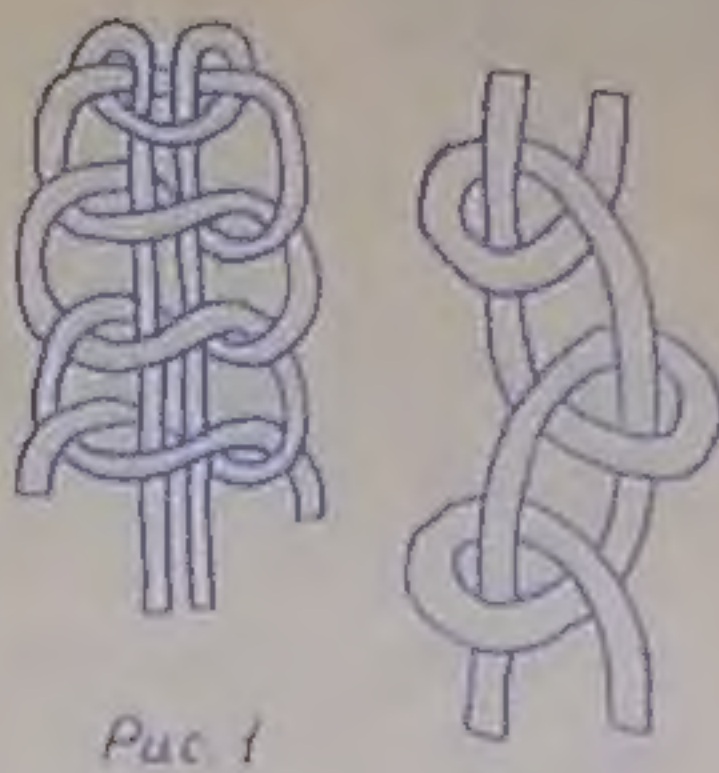
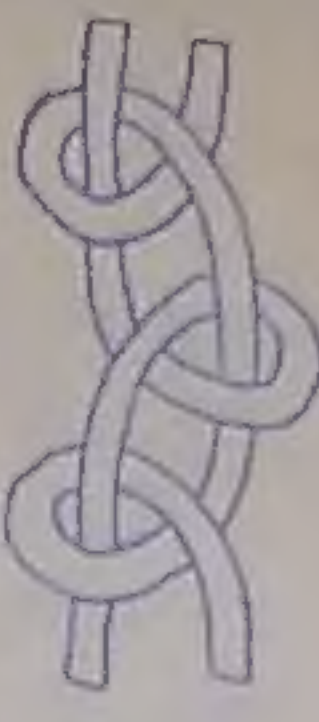
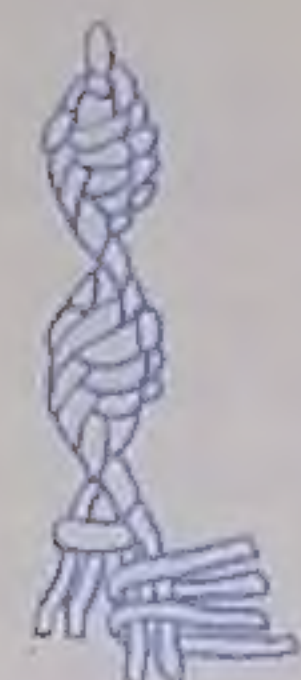

Рис. 1
Рис. 2
Рис. 3
Украсит интерьер вашей прихожей декоративная ветвь из бумажного шпагата. Шпагат потребуется средней толщины — 1,5—2 мм и очень толстый. Главное — понять принцип крепления боковых ветвей и изготовление цветов. В дальнейшем сможете изготовить более крупную ветвь с большим количеством боковых ветвей. Вся ветвь плетется крученым шнуром и простой цепочкой на двух нитях (рис. 1, рис. 2).
и 1,2 м. Сложите каждую пополам. Произведите навеску короткой нити на длинную и начинайте плести крученый шнур (см. рис. 1) длиной 13 см. Отрежьте от общего мотка еще пару нитей такой же длины, сложите пополам и проденьте их через две левые нити крученого шнура (рис. 3), длинная нить рабочая, короткая — основная. Отбросьте новые нити, продолжайте плести крученым шнуром еще 12 см. Навесьте еще одну пару нитей длиной 120 и 50 см, цепляя за две правые нити (одна рабочая, другая основная). Опять продолжайте плести крученым шнуром 2—3 см. Навесьте одну нить слева, продолжайте плести крученым шнуром, пока не останутся концы длиной 6—8 см.
Перейдите на плетение боковых ветвей. На двух концах третьей навески сплетите цепочку на двух нитях (рис. 2) длиной 6—8 см. На нитях второй навески плетите крученый шнур длиной 5—6 см. От нитей первой навески пойдет вторая большая ветвь, которую плетите аналогично первой (фото).
**Способ 1.** Работу выполняют справа налево от бокового края полотна. Закончив ряд кромочной петлей, вязанье поворачивают и начинают новый — получается плоское полотно (рис. 1).
**2-й ряд** (подготовительный) — продвигаясь справа налево, наберите на крючок петли, вывязывая их из петель основания предыдущего ряда: новые петли остаются на крючке до конца вывязывания ряда (рис. 2).
**3-й ряд** — не поворачивая полотна, набросьте накид, протяните в 1-ю петлю — получилась кромочная. Затем набросьте накид и протяните его через 2 петли на крючке и так повторяйте до конца ряда (рис. 3).